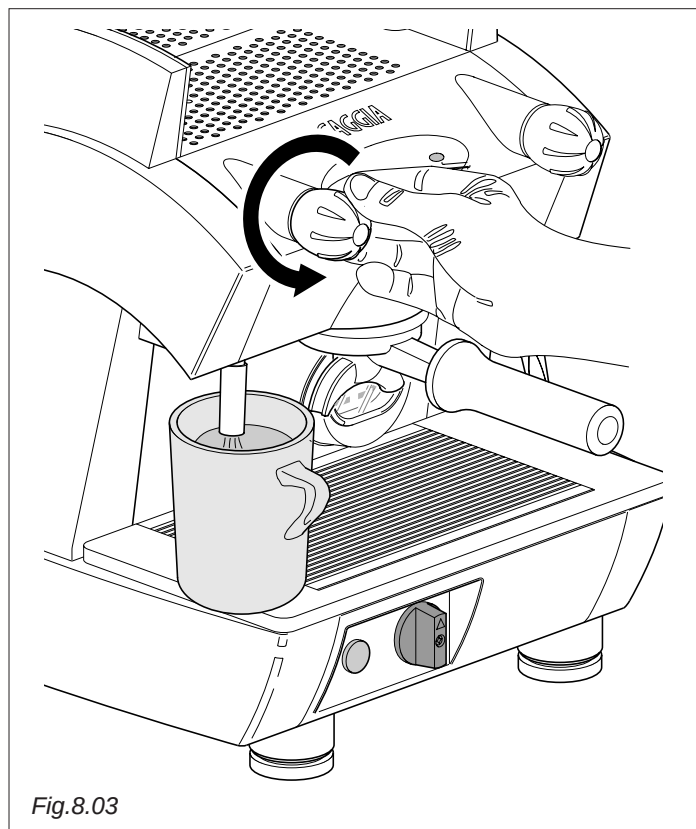

Fig.8.03
- Giren lentamente la empuñadura del grifo (Fig.8.03) en sentido antihorario para permitir el suministro del agua caliente.
- Una vez obtenida la cantidad deseada, posicionen de nuevo la empuñadura del grifo (Fig.8.03) en la posición inicial girándola en sentido horario.